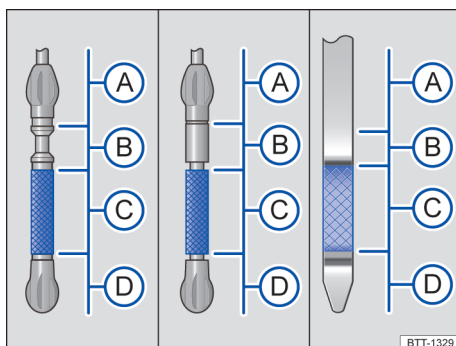

Fig. 224 Marcações do nível do óleo do motor na vareta de medição do óleo (variantes).
Em caso de alta demanda do motor, o nível do óleo do motor deve estar na área superior permitida → Fig. 224 C, por exemplo, em longas conduções por estradas durante o verão, na condução com reboque → Página 246 ou durante travessias de montanhas.
Legenda para Fig. 224:
7. Retirar novamente a vareta de medição do óleo do motor e ler o nível do óleo do motor na vareta de medição → Fig. 224 da seguinte maneira:
- (A) Nível do óleo do motor muito alto. Se for o caso, observar a mensagem no display do instrumento combinado e **notificar empresa especializada** → .
- (B) **Não reabastecer óleo do motor** → .
- (C) Nível do óleo do motor Ok. O óleo do motor pode, no caso de alta demanda do motor → Fig. 224, ser reabastecido até o **limite superior dessa área**. Continuar com a etapa 8 ou 16.
- (D) Nível do óleo do motor muito baixo. **Reabastecer o óleo do motor obrigatoriamente**. Continuar com a etapa 8.
13. Ao final do processo de reabastecimento, o nível do óleo do motor deve se situar no meio da área → Fig. 224 . Não deve ficar acima de  na área  e não deve ficar na área  → .